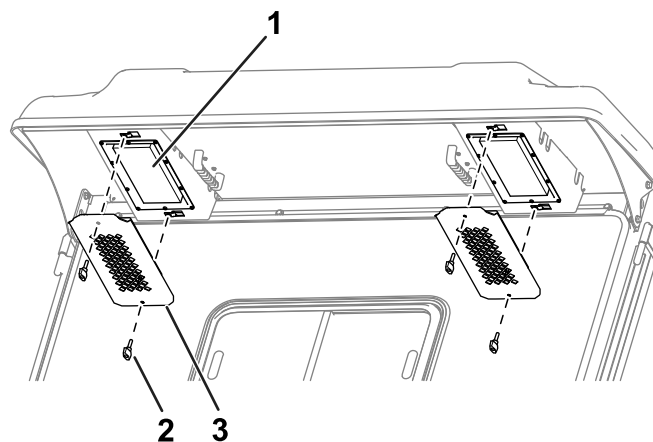

Figure 83
1. Enlevez les boutons et les grilles de l'avancée arrière de la cabine (Figure 83).
4. Utilisez les boutons et les grilles pour reposer les filtres dans la cabine (Figure 83).